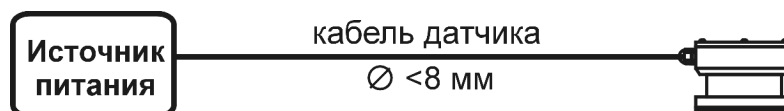

Рис.10.1.
10.2.1. Простейшая ветвь (рис.10.1.) это линия от источника до датчика выполненная кабелем одного сечения  $S_{кд}$ . Подробный расчёт данной ветви см. приложение 1.1. Максимально допустимая длина (в метрах) подводящего кабеля рассчитывается по формуле: